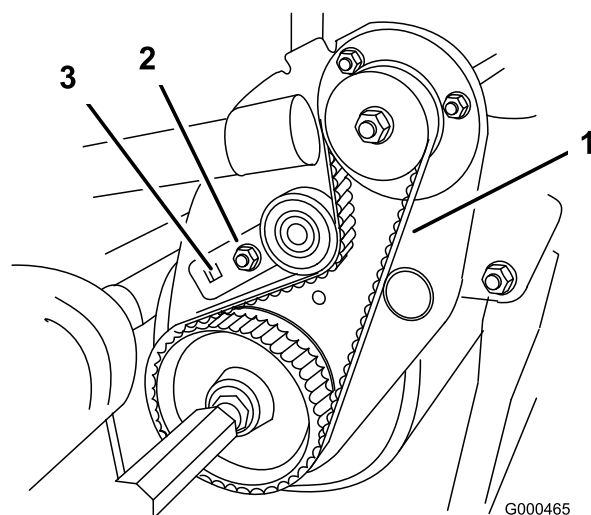

Figure 44
- B. À l'aide d'une clé dynamométrique de 3/8 pouce, tournez la patte de montage de la poulie de tension avec un couple de 4–4,5 Nm pour obtenir la tension voulue (Figure 44). Tout en maintenant le réglage de la clé dynamométrique, serrez le boulon de fixation de la patte de montage de la poulie de tension (la rondelle à languette évite que la courroie ne glisse). Ne tendez pas la courroie excessivement.